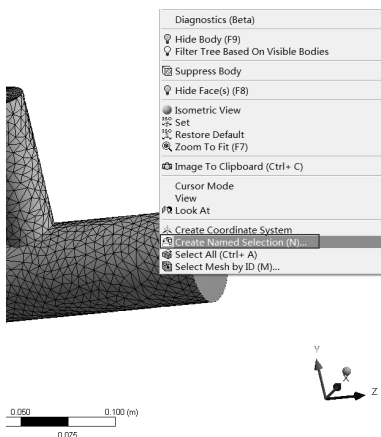

图 3-68 设置截面名
Step21: 单击工具栏中的  面选择过滤器图标, 然后右击如图 3-68 所示的面, 在弹出的快捷菜单中选择 Create Named Selection (创建选择) 命令。